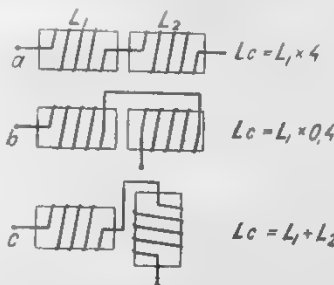

Рис. 6. Изменение L_c при различных соединениях катушек.
1) Катушки имеют общее направление витков (см. рис. 6 — а). Здесь мы имеем как бы одну длинную катушку и, если их самоиндукции равны, то самоиндукция всей системы будет почти в 4 раза больше, чем у каждой из них. Это легко проверить, сделав расчет катушки, например, с 50 и 100 витками. Чем расстояние между катушками больше, тем самоиндукция становится меньше (то же самое и при повороте одной катушки относительно другой) и при достаточно большом расстоянии, например, 20—30 сантиметрах, общая самоиндукция будет равна сумме самоиндукций катушек.
2) Если одну из катушек, не отсоединяя, перевернуть и представить к другой, или, в другой катушке, переменить у одной из них конец, идущий к другой катушке (см. рис. 6 — б), самоиндукция всей системы сильно уменьшится и будет несколько больше разности их при разных катушках, и около 0,3—0,4 L_1 при одинаковых. Это произойдет потому, что линии сил
Но если, опять-таки, одну из катушек удалять (или поворачивать), то коэффициент самоиндукции системы будет увеличиваться и, наконец, достигнет суммы коэффициентов взятых катушек (см. рис. 6-с).